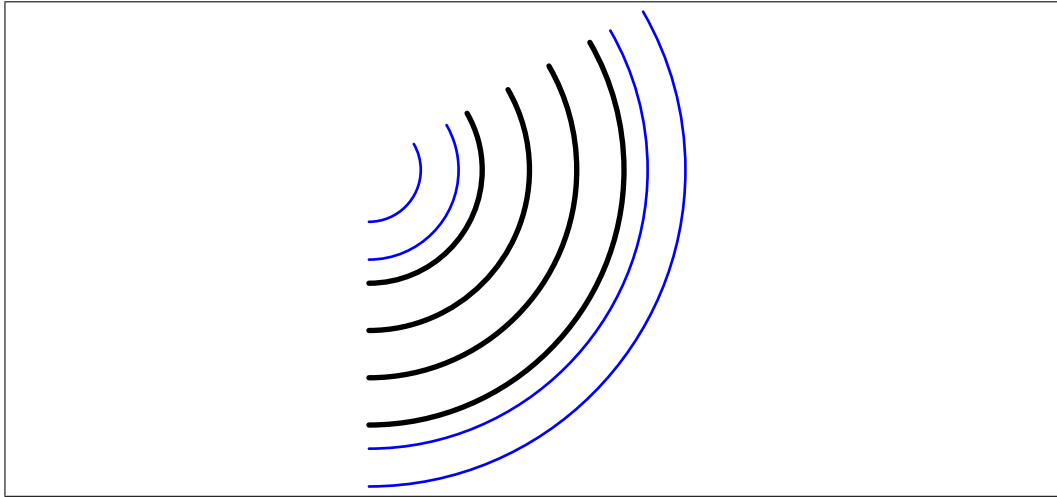

FIGURE 11: La module 417 au 1 :20.
Il s'agit d'un virage de 120° . Il est composé de deux virages standards (407). Figure 11 page 10.